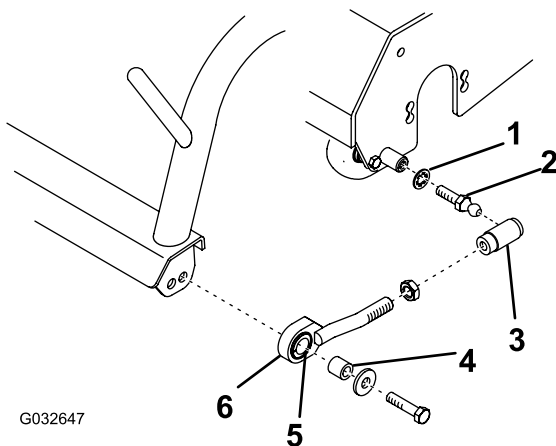
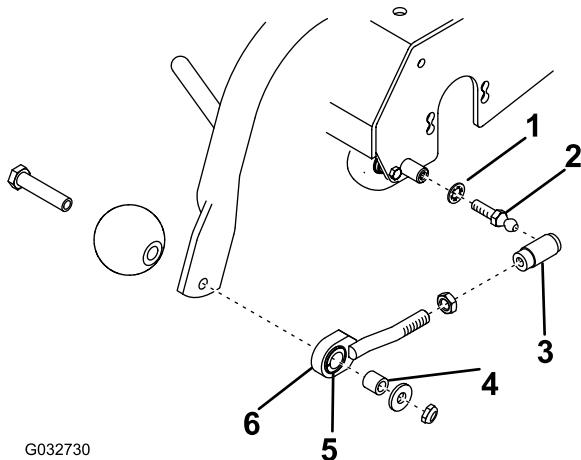

Figura 5
Figura 6
1. Montate un prigioniero a sfera e una rondella di bloccaggio su ogni estremità dell'arieggiatore (Figura 5 o Figura 6).
- B. Montate un controdado e un alloggiamento del giunto a sfera su ciascun gruppo collegamento di trazione, come illustrato nella Figura 5 o Figura 6.
C. Montate un gruppo collegamento di trazione su ciascuna estremità del telaio portante con un distanziale, una rondella e una vite (Figura 5 o Figura 6).
E. Fate scorrere il manicotto su ogni alloggiamento del giunto a sfera e agganciate gli alloggiamenti ai prigionieri a sfera (Figura 5 o Figura 6).